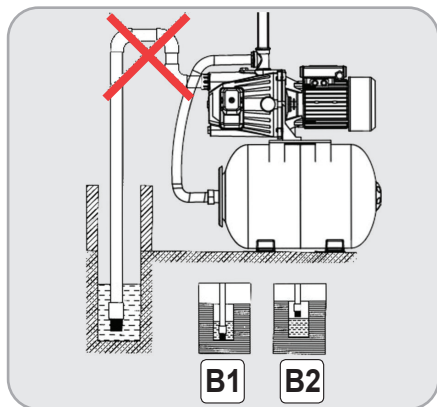

Fig.4
- **Inc corecta** - vezi Fig.4.
Sorbul de admisie (10) trebuie amplasat vertical si la 30 cm de fundul apei pentru a evita aspirarea de impuritati, nisipuri sau pietre (Fig.4 B1).
Daca hidroforul preia apa din puturi sau bazine, trebuie sa controlati scaderea nivelului apei in timpul functionarii. Daca sorbul de admisie ajunge deasupra suprafetei apei (Fig.4 B2), hidroforul va functiona in gol si trebuie oprit.